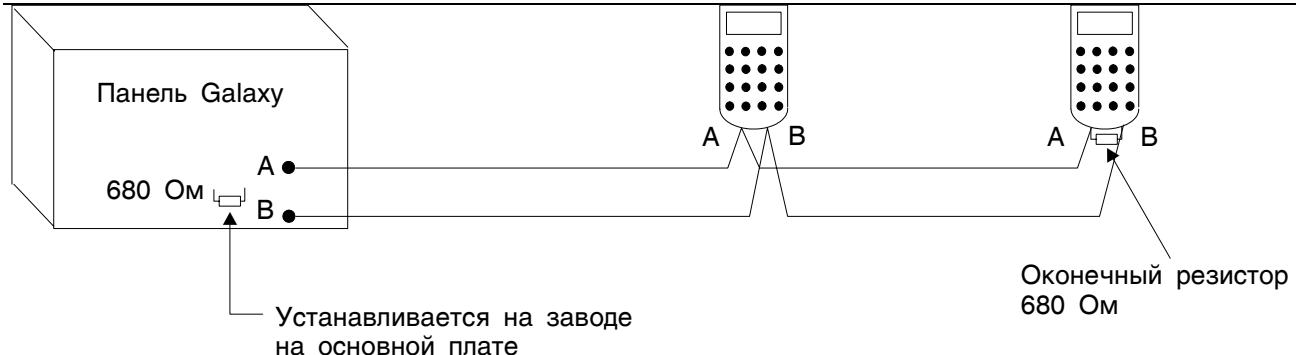

Рис. 2.7. Последовательно-параллельное соединение модулей.
Элементы системы должны подключаться последовательно-параллельно с сохранением топологии шины – **“линия”**, как показано на рис. 2.7. Контакт **A** шины предыдущего модуля соединяется с контактом **A** последующего модуля.
2. Подключение модулей к шине данных должно выполняться по последовательно-параллельной схеме (см. рис. 2.7). Соединение звездой не должно использоваться, поскольку оно уменьшает устойчивость к радиопомехам.